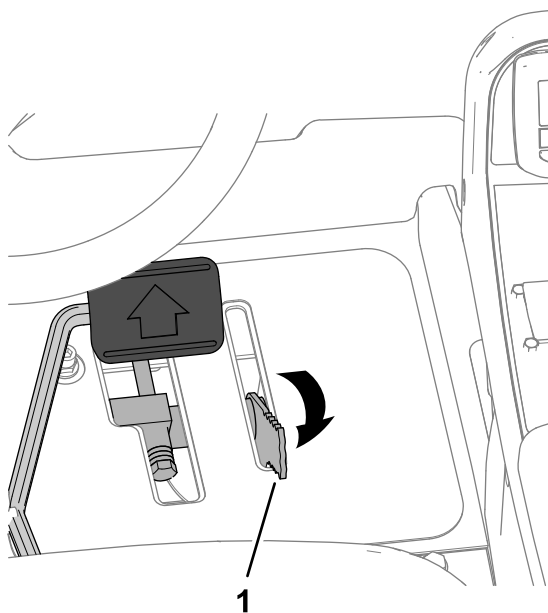

Figure 38
3. Déplacez le limiteur de vitesse de tonte en arrière à la position TRANSPORT (Figure 38).